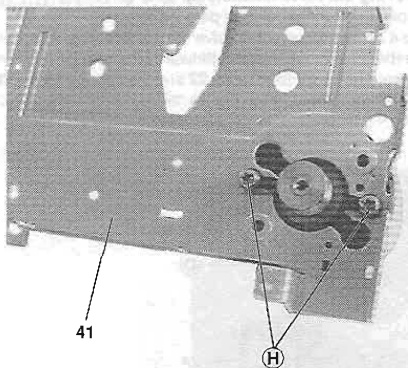

Fig. 7
- 2 Schrauben © herausdrehen (Fig. 7), Motor herausnehmen und ablöten.
- Undo 2 screws © (Fig. 7), take the motor out and unsolder it.